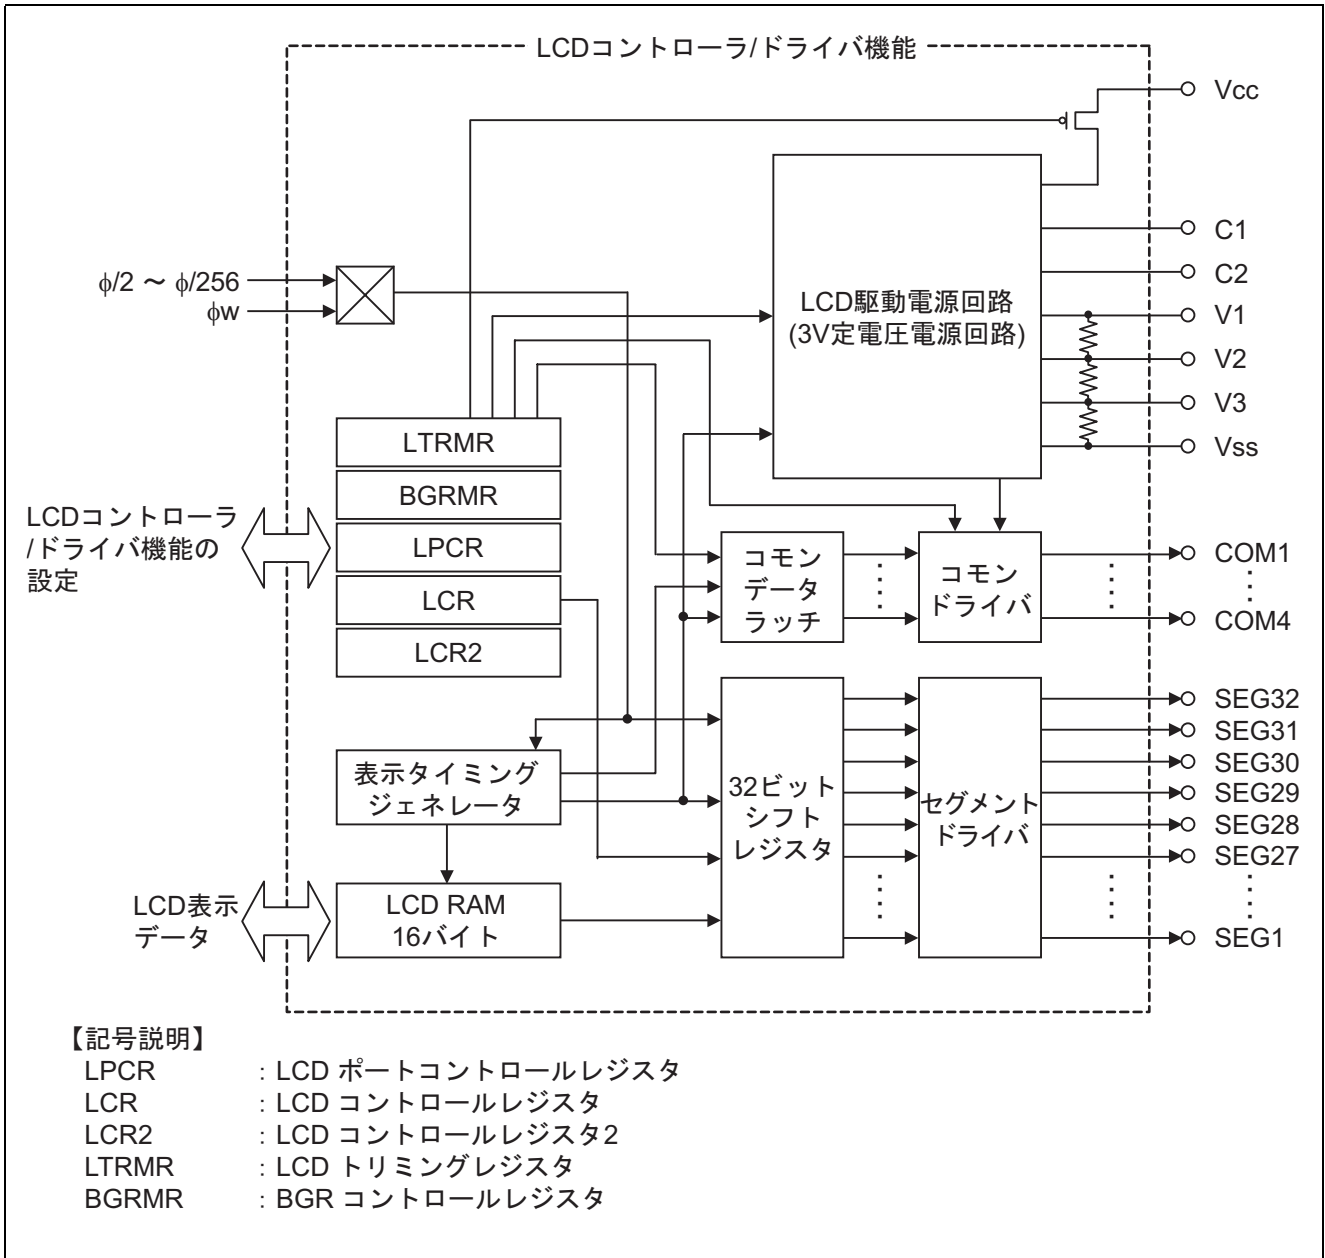

図2 LCDコントローラ / ドライバ機能のブロック図
(1) LCD コントローラ / ドライバの各機能について説明します。また、図 2 に LCD コントローラ / ドライバ機能のブロック図を示します。